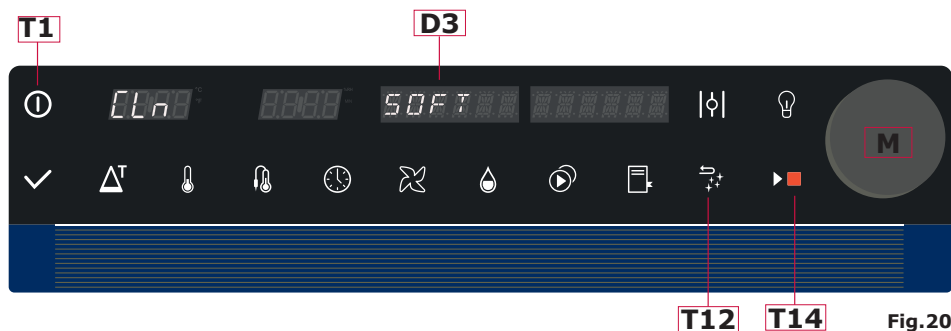

Fig.20
- Accendere il forno mediante il tasto **T1 (Fig.20)**.
- Premere contemporaneamente il tasto **T12 (Fig.20)** e la manopola **M**.
- Il display **D3 (Fig. 20)** visualizzerà il tipo di lavaggio. Ruotando la manopola **M** è possibile scegliere tra lavaggio **SOFT** (leggero), **NORM** (medio) o **HARD** (intenso) in base al tipo e quantità di sporco all'interno della camera di cottura.
- Una volta scelto il tipo di lavaggio appropriato premere il tasto **T14 (Fig.20)** per iniziare il lavaggio automatico. **Il lavaggio funziona solo a porta chiusa.**
Durante il lavaggio il display **D3 (Fig.20)** visualizzerà le seguenti fasi: